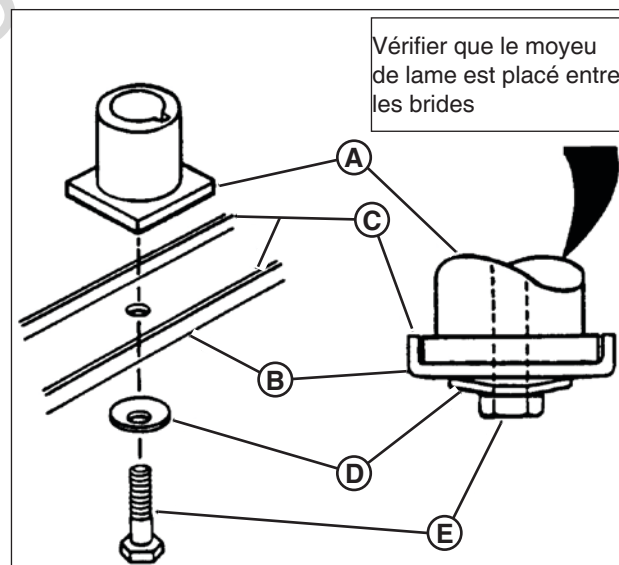

Figure 21 : Enlever la lame de la tondeuse
3. Enlever la lame (**B, Figure 21**).
- Réinstaller la lame (**B**, **Figure 21**). Noter l'ordre d'assemblage correct :
- (A) Moyeu de lame
- (B) Lame
- (C) Bride de lame (vers le haut)
- (D) Rondelle conique (face concave vers le haut)
- (E) Capuchon vis